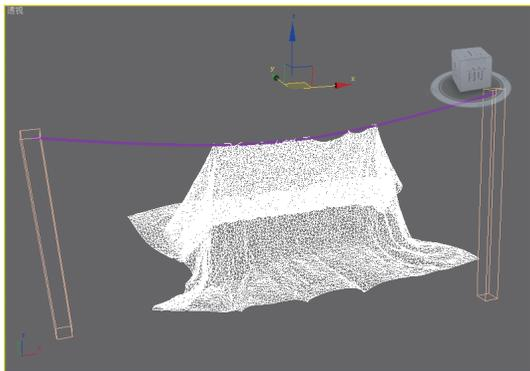

图9-76 模拟开始
**07** 单击对象卷展栏中的【模拟本地】按钮，开始执行模拟操作，如图9-76所示。